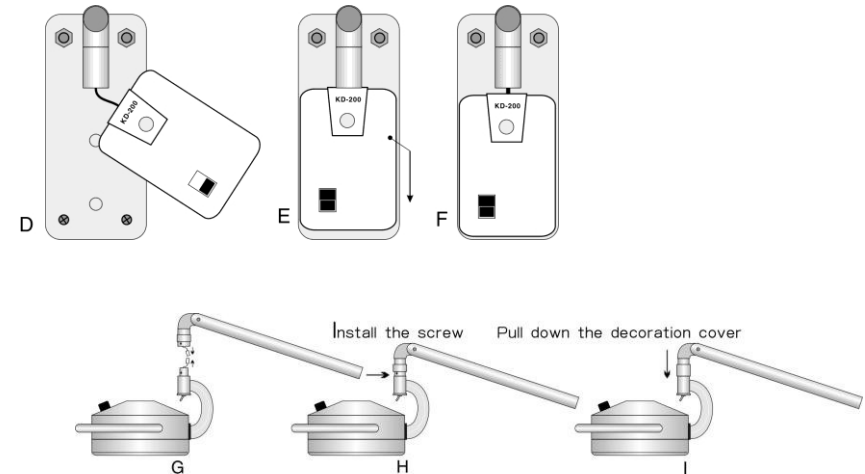

Abbildung 2
- 1) Positionieren Sie zunächst die vier Befestigungslöcher der Aufhängeleiste⑨ an der Wand; die Löcher sind in Abbildung 2-A dargestellt. Am oberen Ende sind zwei Einsteckbohrungen mit einer Tiefe von 110 mm vorzusehen; der Bohrdurchmesser muss $\phi 12$ mm; am unteren Ende werden zwei Einsteckbohrungen mit einer Tiefe von 30 mm gebohrt; der Bohrer muss einen Durchmesser von $\phi 6$ mm haben; setzen Sie anschließend die Spreizhülse ein.
- 2) Entfernen Sie die vier Schrauben von der Drehachse⑦, verbinden Sie diese mit der Aufhängeleiste⑨ und ziehen Sie die Schrauben fest, wie in Abbildung 2-B dargestellt.
- 3) Befestigen Sie die Aufhängeleiste⑨ gemäß Abbildung 2-C an der Wand; verwenden Sie zwei Dübel zur Befestigung des oberen Endes und zwei selbstschneidende Schrauben zur Befestigung des unteren Endes; montieren Sie anschließend den Anschlusskasten gemäß den Schritten 2-D, E und F.
- 4) Bringen Sie die Zierblende ④ an, schließen Sie den Anschlussstecker an und schließen Sie alle Schritte gemäß 2-G, H, I ab.